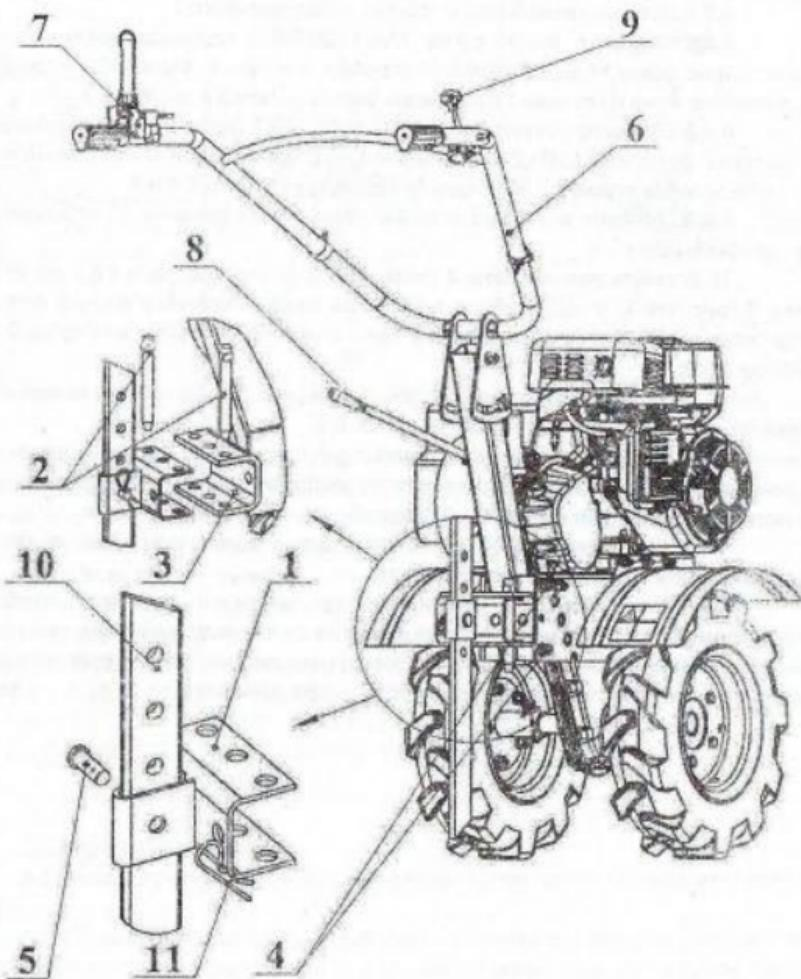

Рисунок 8 – Мотоблок. Вид справа сзади
4.5 Установите ограничитель 10 (рисунок 8) на нужную глубину обработки почвы и закрепите осью 5 и шплинтом 11.